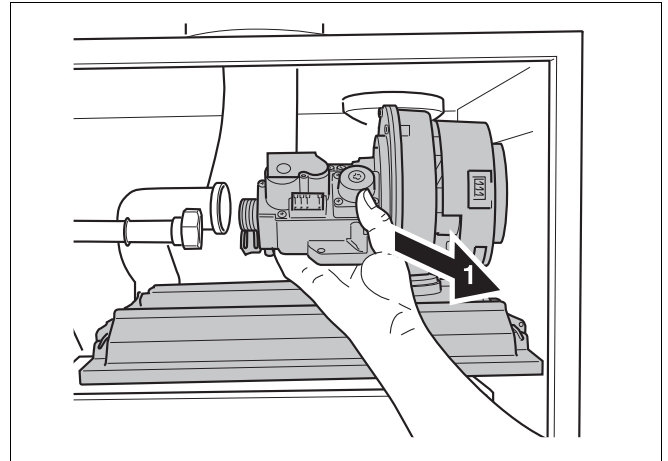

Рис. 104 Демонтаж крышки горелки с газозвоздушным блоком
- Снять крышку горелки с газозвоздушным блоком (рис. 104).